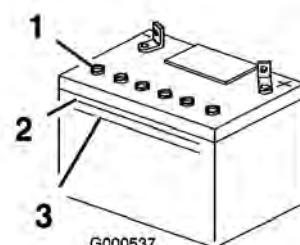

Bild 35
- Sehen Sie sich die Seite der Batterie an. Der Füllstand muss bis zur oberen Linie reichen (Bild 35). Der Säurestand darf nicht unter die untere Linie fallen (Bild 35).
3. Entfernen Sie die Entlüftungsdeckel von der Batterie (Bild 35).
4. Gießen Sie langsam destilliertes Wasser in jede Batteriezelle, bis der Säurestand die obere Linie (Bild 35) am Batteriegehäuse erreicht.
5. Warten Sie nach dem Füllen der Batteriezellen fünf bis zehn Minuten. Gießen Sie bei Bedarf destilliertes Wasser in jede Batteriezelle, bis der Säurestand die obere Linie (Bild 35) am Batteriegehäuse erreicht.